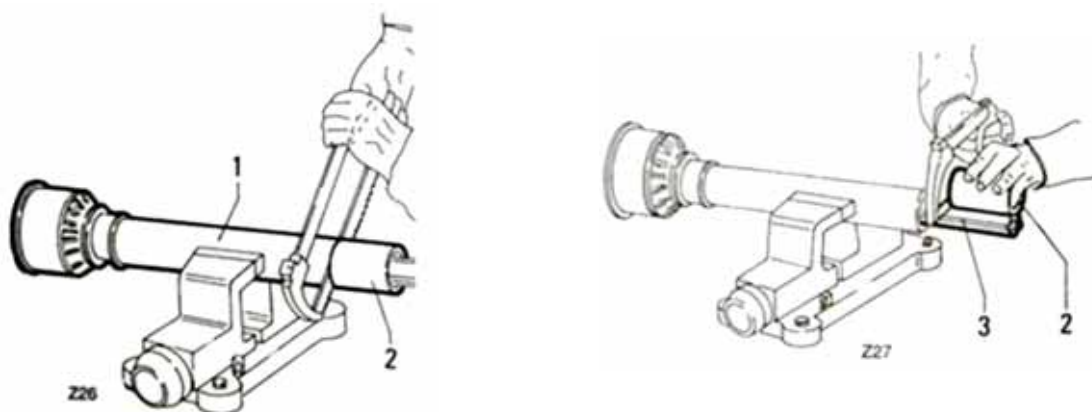

Figure 2
- Pour le sciage de la pièce 1 (Figure 2), utilisez la longueur indiquée ci-dessus.